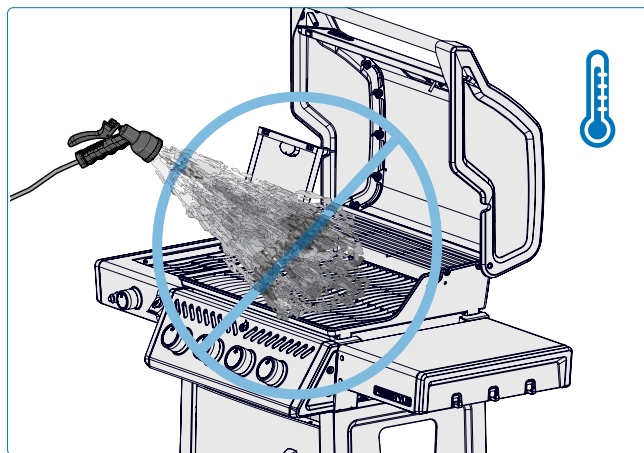

Fig. 27
1. Ne jamais éteindre une flamme ou contrôler les flambées avec de l'eau (**Fig. 27**)